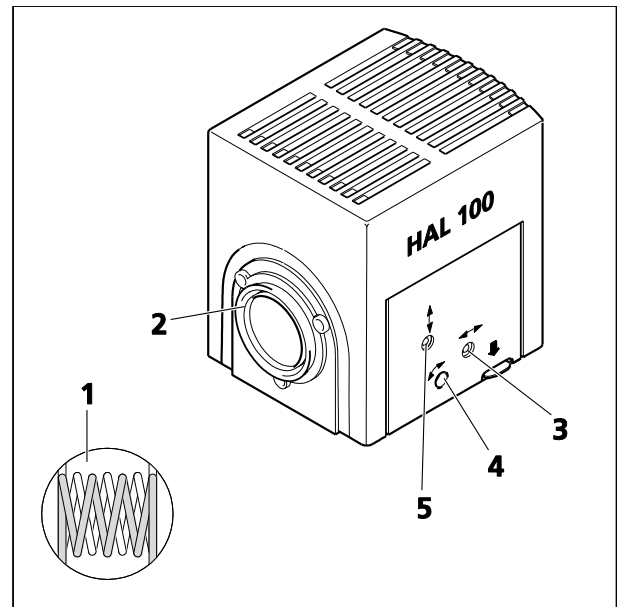

Fig. 46 Réglage du dispositif d'éclairage halogène HAL 100
(1) Réglage rapide
- Desserrer la vis de serrage (Fig. 43/1 ou Fig. 43/8) et retirer le dispositif d'éclairage halogène opérationnel (Fig. 46/2) du statif du microscope.
- À l'aide d'un tournevis à tête sphérique de 3 mm, tourner la vis de réglage (Fig. 46/3) jusqu'à ce que les deux images du filament de la lampe semblent aussi nettes que possible sur la surface de projection.
- Tourner ensuite les vis de réglage (Fig. 46/4 et 5) jusqu'à ce que le filament de la lampe d'une image remplisse exactement les espaces de l'image du filament réfléchi (Fig. 46/1).
(2) Réglage précis
- Retirer l'oculaire et, dans l'image de la pupille visible dans la douille de l'oculaire, centrer le filament de la lampe et son reflet à l'aide des vis de réglage (Fig. 46/4 et 5).
- À l'aide de la vis de réglage (Fig. 46/3), optimiser la régularité de l'éclairage de l'image de la pupille.